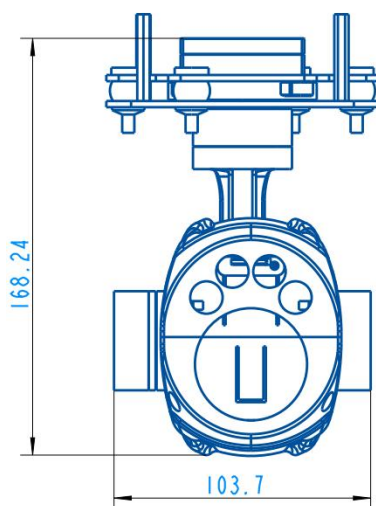

图 1-1-1 双光一体云台结构
EHP20S78N 是一款集成 140 倍混合变焦①，三轴增稳的无人机挂载星光夜视吊舱。地面接收端网络输出 RTSP 码流、地面端软件支持云台控制、变焦相机控制，云台采用高精度编码器 FOC 控制方案，具有稳定性高、体积小、重量轻、功耗低的特点。相机采用有效像素为 800 万的 STARVIS2、低噪 SENSOR；支持 4K、1080P 本地 TF 卡存储及无线传输。云台结构如图 1-1-1 所示：